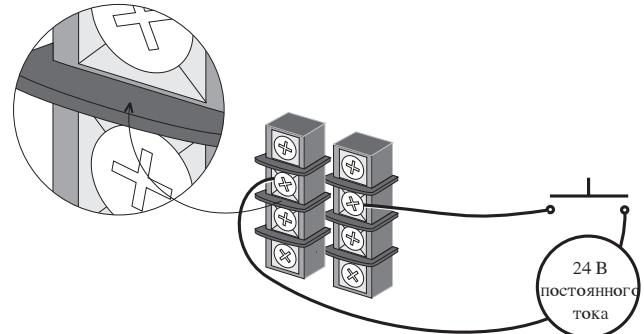

Рис. 4-10 Выключатель дистанционного аварийного отключения питания на 24 В постоянного тока
*Примечание. При установке выключателя дистанционного аварийного отключения питания на 24 В постоянного тока (рис. 4-10) следует удалить из клеммной колодки имеющуюся перемычку.*
Присоедините проводную разводку выключателя дистанционного аварийного отключения питания на 24 В постоянного тока к клеммной колодке согласно приведенного ниже рис. 4-10.